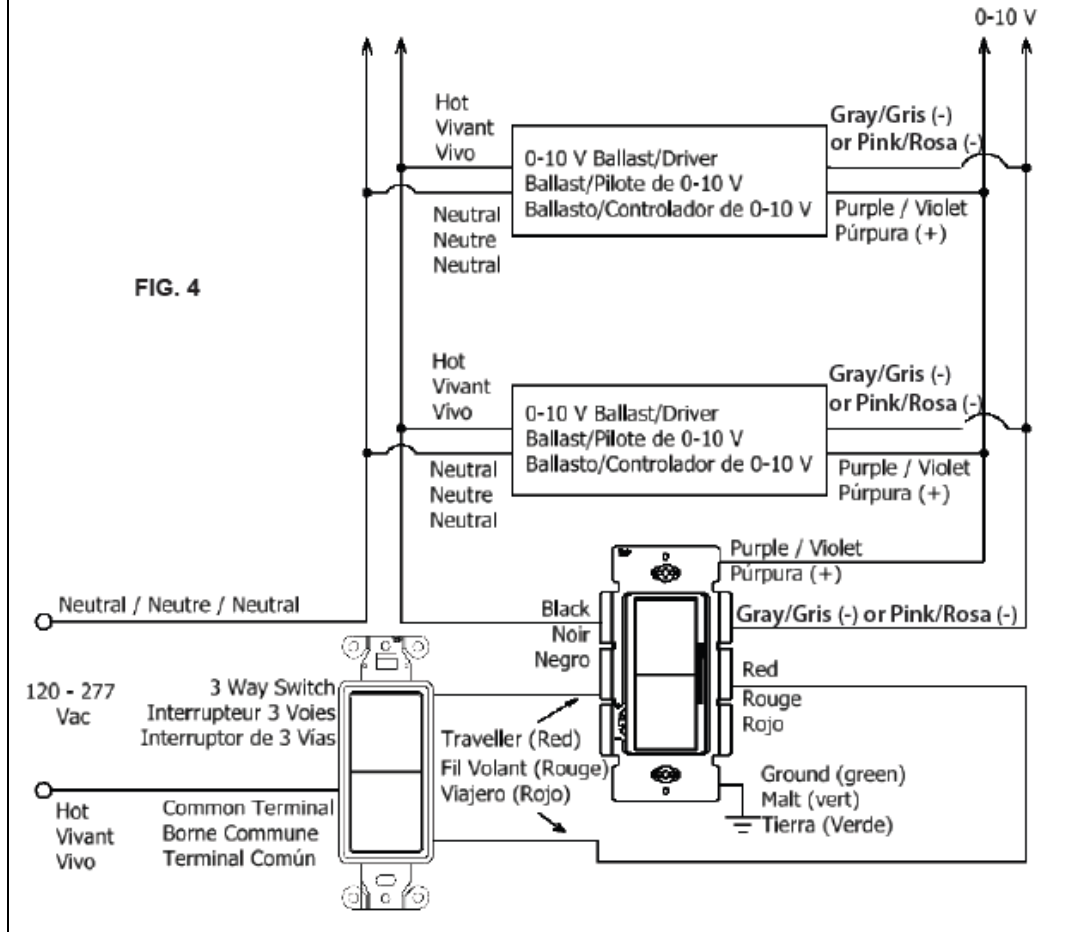

FIG. 4
- 2.2 For 3-way application see wiring diagram shown FIG 4 and the instruction sheet from the Ballast / driver.
2.2 Consulter le diagramme de la FIG. 4 pour les applications à trois voies et la notice de montage du ballast / pilote.
2.2. Para aplicación de 3 vías, consulte el diagrama de cableado que se muestra en la FIG 4 y la hoja de instrucciones del balastro / controlador.